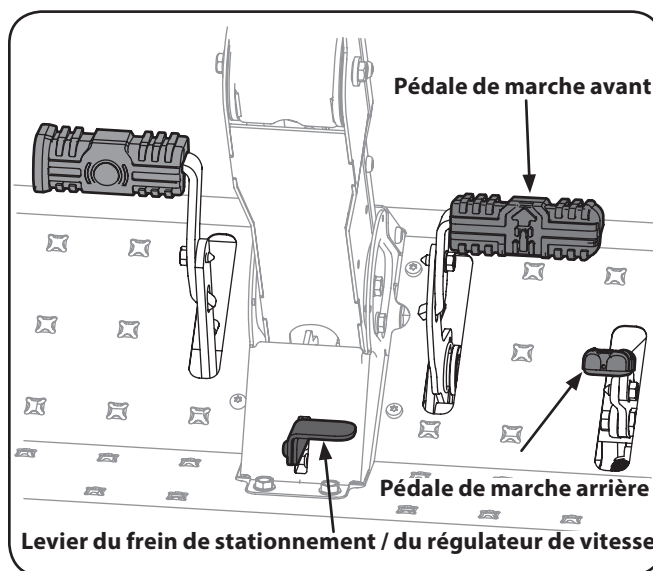

Figure 5-2
2. Pour vous déplacer en marche avant, appuyez doucement sur la pédale de marche avant jusqu'à ce que vous atteigniez la vitesse désirée. Voir Figure 5-2.
- Pour vous déplacer en marche arrière, regardez d'abord derrière vous, puis appuyez doucement sur la pédale de marche arrière  avec l'avant du pied (et NON avec le talon) jusqu'à ce que vous atteigniez la vitesse désirée. Voir Figure 5-2.